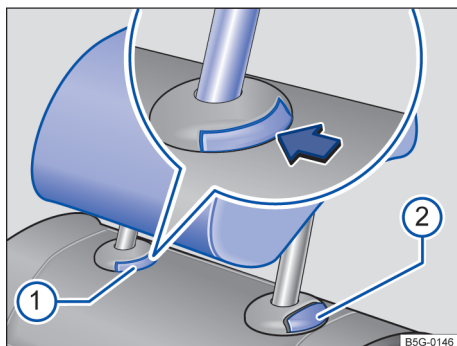

Fig. 79 Apoio para cabeça traseiro: desinstalar.
- Pressionar o botão → Fig. 79 1 na guia do apoio para cabeça.
- Ao mesmo tempo, pressionar o botão ②, enquanto outra pessoa retira totalmente o apoio para cabeça.
- Empurrar o apoio para cabeça para baixo com o botão → Fig. 79 2 pressionado.